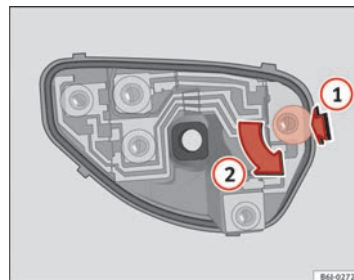

Abb. 167 Glühlampenersatz Rückleuchten
- Nach dem Abnehmen des Lampenträgers drücken Sie in Richtung des Pfeils **(1)** und drehen gleichzeitig in Richtung des Pfeils **(2)** ⇒ Abb. 167.